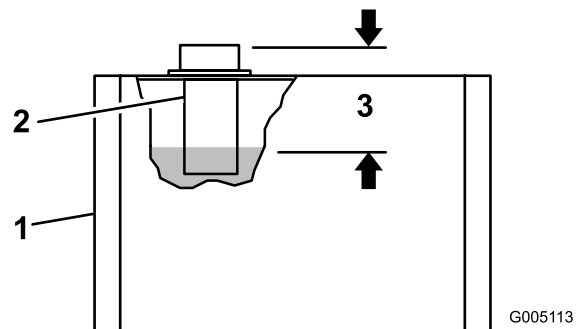

Figura 20
2. Togliete il tappo dalla parte superiore del serbatoio e controllate il livello del fluido. Il fluido dovrebbe trovarsi a circa 89 mm al di sotto del limite massimo del foro di riempimento (Figura 20).